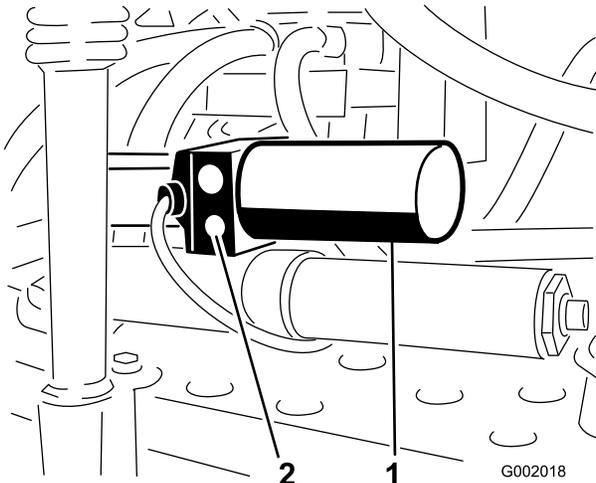

図 72
1. 各アクチュエータについている手動リリーフ・バルブを探し出す。アクチュエータのボディの片側だけについている小さいほうのバルブが手動リリーフ・バルブである(図 72)。